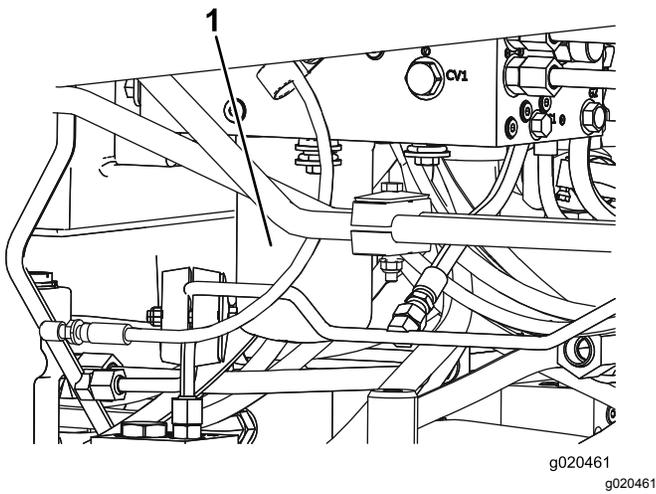

Figure 69
7. Répétez la procédure pour l'autre filtre (Figure 69).